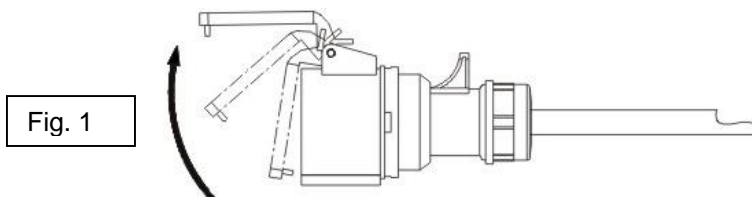

Fig. 1
1.2. Collegare correttamente il cavo di alimentazione al riscaldatore. Per fare questo, aprire lo sportello di protezione del collegamento di alimentazione a cinque poli (vedi Fig. 1). Collegare ora la testa della spina del cavo di alimentazione alla presa di collegamento prevista a questo scopo sul vostro riscaldatore (vedi Fig. 2). È importante che il collegamento alla corrente sia ben inserito nella presa di collegamento (4) e che il nipplo della linguetta di protezione si inserisca nella cavità prevista nel riscaldatore (3). Infine, collegare correttamente la spina di alimentazione (5) a una presa di corrente.